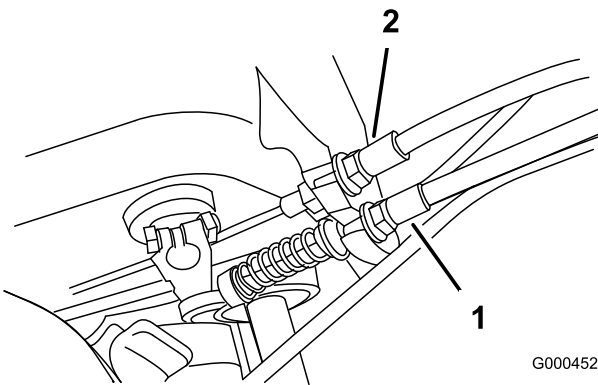

Bild 42
2. Wenn Sie die Zugspannung erhöhen möchten, lösen Sie die Klemmmutter des vorderen Zugs und ziehen Sie die Klemmmutter des hinteren Zugs an (Bild 42), bis eine Kraft von 5,4 bis 7,3 kg benötigt wird, um den Fahrtrieb zu aktivieren.